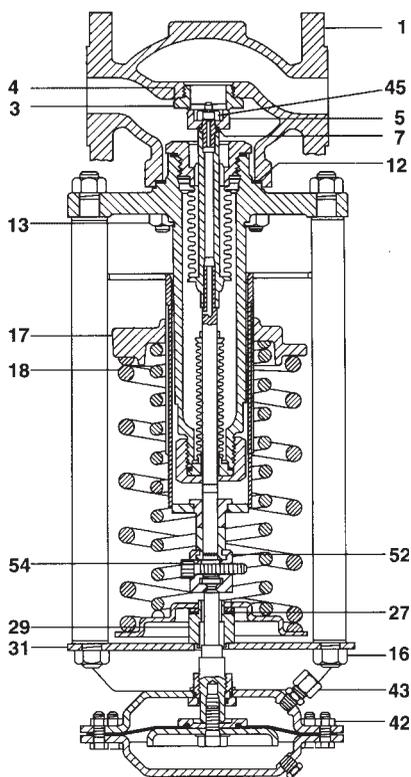

Fig. 12 DN25÷50 (Il particolare 42 non è indicato)
- Togliere il dado di bloccaggio (45), l'otturatore (5) e la guarnizione (7).
- Ruotare il gruppo soffiETTO di bilanciamento (10) per sfilarlo da quello di tenuta (20) e, quindi dal coperchio (2), insieme alla guarnizione coperchio (11).
- Usando una nuova guarnizione (7), rimontare l'otturatore (5) e il dado di bloccaggio (45); stringere fino ad eliminare completamente il gioco dell'otturatore.
- Rimontare il gruppo soffiETTO di bilanciamento (10) nel coperchio (2) usando una nuova guarnizione (11).
- Usando una nuova guarnizione (12), rimontare il gruppo coperchio sul corpo valvola (1) e rimontare i dadi (13), stringendo secondo quanto indicato nel paragrafo 4.2.
4.4.5 Come sostituire otturatore e sede (Fig. 12)
- Ruotare il piattello spingimolla (17) per scaricare completamente la/le molla/e (18).
- Togliere i dadi (13) ed estrarre coperchio e attuatore dal corpo valvola (1).
4.4.6 Come sostituire il cuscinetto a rulli (Fig. 12)
- Staccare la tubazione dall'attacco della presa di pressione a monte (43) e separare l'attuatore dalla valvola come indicato nel paragrafo 4.4.1.
- Svitare i dadi delle colonne di sostegno (16) e togliere la staffa di montaggio dell'attuatore (31), il portacuscinetto (29) e il cuscinetto a rulli (27).
- Montare il nuovo cuscinetto applicando un eventuale grasso lubrificante e assicurarsi del corretto posizionamento sul portacuscinetto (29).
- Rimontare la staffa di montaggio (31) e i dadi delle colonne (16), stringendo con la coppia di serraggio consigliata nel paragrafo 4.2.
- Rimontare il gruppo attuatore assicurandosi del corretto posizionamento nel dispositivo di accoppiamento valvola attuatore (52) e stringere la vite (54).
- Rimontare i dadi dell'attuatore (42) serrando con la coppia consigliata nel paragrafo 4.2.